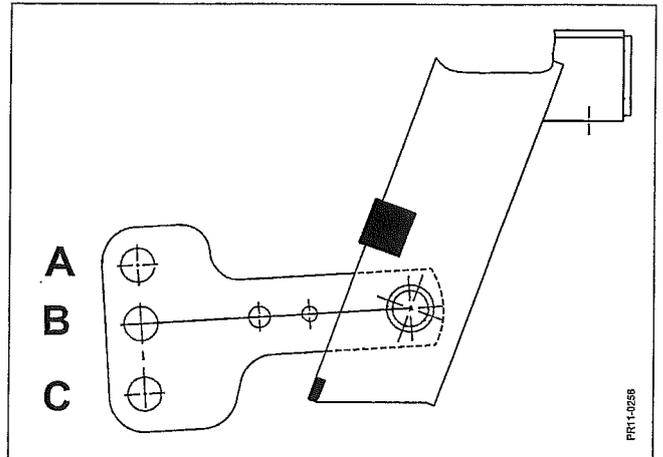

Fig. 3-2
- Fig. 3-2 3) Die Maschine an die Unterlenker des Schleppers kuppeln. Das mittlere Loch B in dem Schwenkarm am linken Kupplungspunkt wählen.